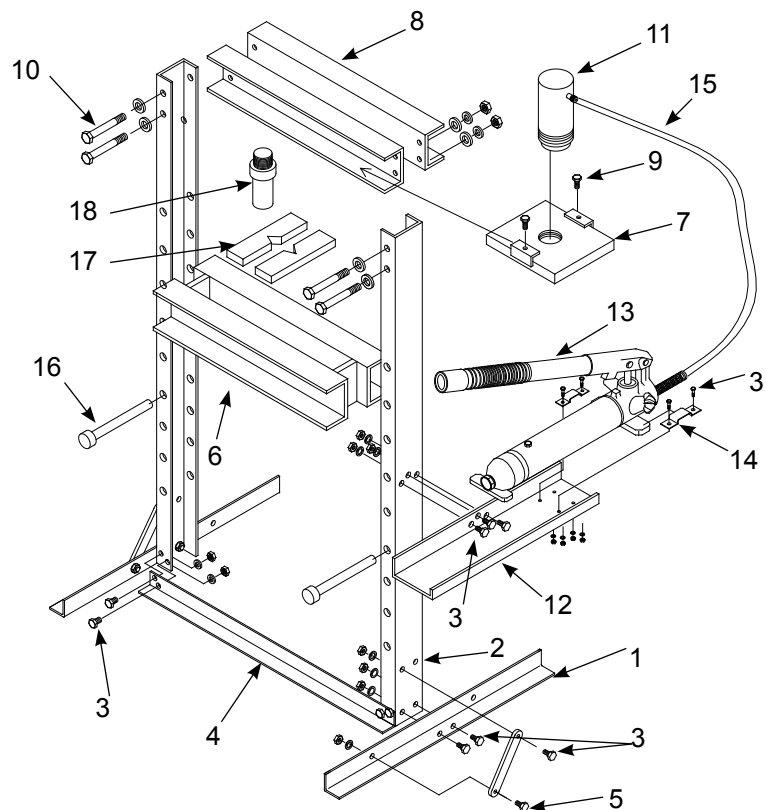

Figura 5: Ilustración de ensamblaje para los modelos 60123 y 60253
**Modelos 60123 y 60253:** (Consulte la Figura 5).
1. Instale las patas de la base (1) en los canales rectos (2) con pernos, arandelas de seguridad y tuercas (3). Apriete a mano únicamente.
2. Instale el travesaño inferior (4) en los canales rectos (2) con pernos, arandelas de seguridad y tuercas (3).
3. Instale los enlaces de soporte (5) en la base (1) y los canales rectos (2) con pernos, arandelas de seguridad y tuercas (3).
4. Deslice cuidadosamente la bancada (6) hacia abajo hasta la posición más baja posible entre los canales rectos (2).
5. Deslice la placa superior (7) hasta introducirla en los travesaños superiores (8). Luego, fíjela con pernos (9).
6. Instale el conjunto de travesaños superiores (8) en los canales rectos (2) con pernos, arandelas planas, arandelas de seguridad y tuercas (10).
7. Enrosque el ariete (11) en la placa superior (7) de los travesaños superiores (8).
8. Instale el soporte de la bomba (12) en el canal recto (2) con tres pernos, arandelas de seguridad y tuercas (3).